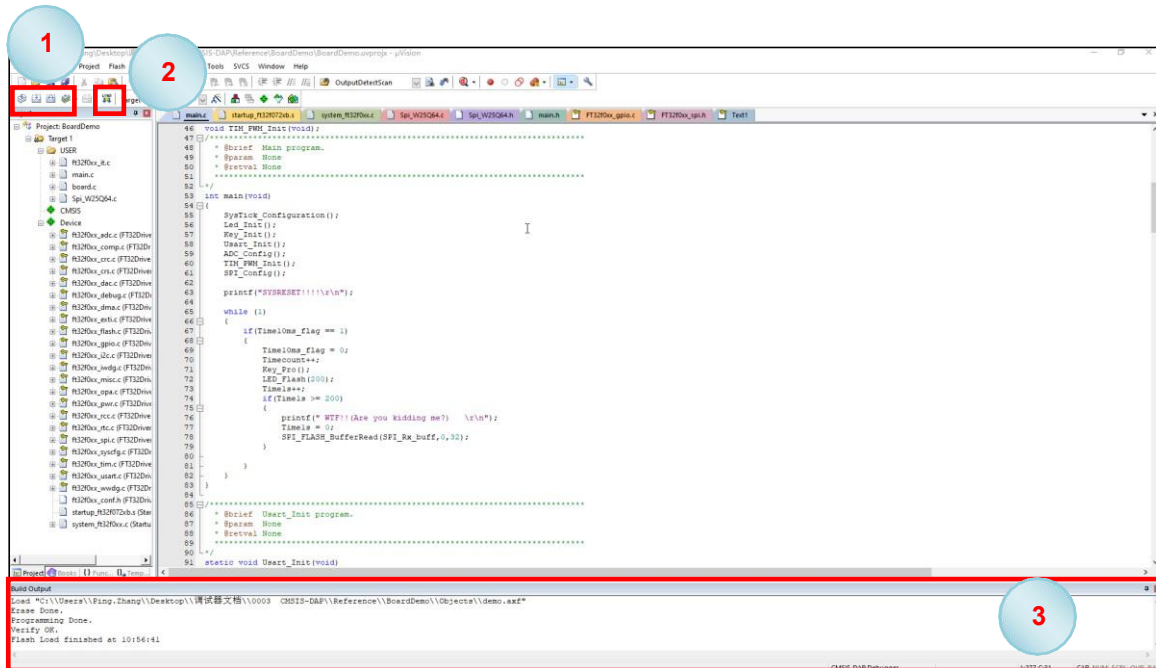

图 5-6 Keil 烧录步骤及结果
完成工程代码编辑后，保存代码并点击工具栏 Rebuild option 按钮进行编译或选择Project 下拉菜单中的 Build Target、Rebuild all Target files 进行编译（图 5-6 中步骤 1），当底部的输出栏中表示工程编译无任何错误提示后，点击 LOAD 按钮进行芯片编程烧录（图 5-6 中步骤 2），可以从底部的Build Output 输出栏观察烧录结果（图 5-6 中提示 3）。
1、点击 Rebuild 按钮对工程进行编译（图 5-6 中步骤 1），注意：“Build”功能是编译当前窗口打开的文件，“Rebuild”是重新编译当前工程内的所有文件。